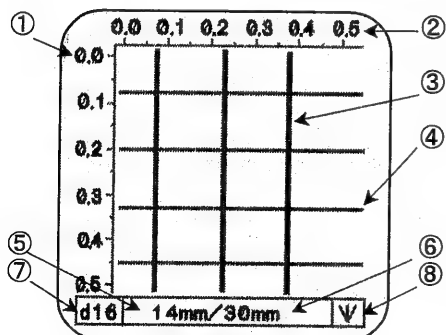

図47
- 横の鉄筋の測定が終わりましたら、↓キーを押してください。測定が終了します。(図47参照)